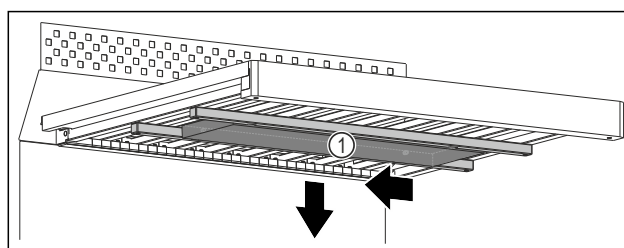

Fig. 111
- ▶ Pousser le boîtier à eau Fig. 111 (1) vers la gauche.
- ▶ Retirer le boîtier à eau Fig. 111 (1) par le bas.